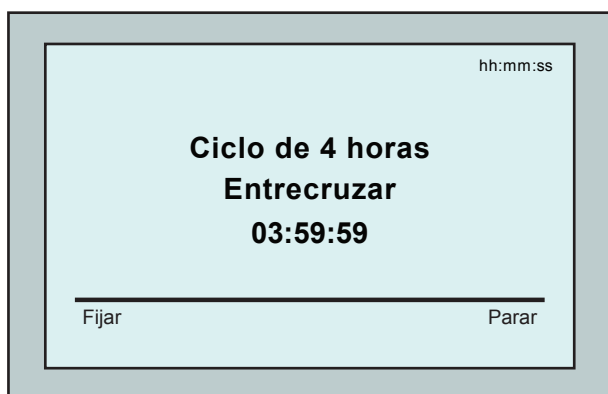

Figura 4: Cuenta regresiva para una sesión de 4 horas
El robot iniciará su ciclo de limpieza y la MMI proyectará la pantalla de *Cuenta Regresiva* (Figura-4):
En la pantalla Cuenta Regresiva, oprima **Fijar** (Figura 4).
- En la pantalla Cuenta Regresiva (Figura 4), oprima **Parar**. La pantalla de la MMI exhibirá el mensaje: "Parando el robot – por favor espere". Luego de 5 segundos aparecerá la pantalla *Interrupción Manual* (Figura 5).